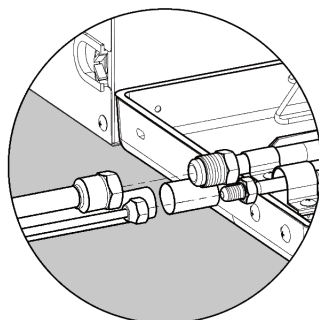

Рис. 4.13
2) Совместите развальцованную часть медной трубки с центром резьбового соединения. Плотнo затяните конусные гайки руками, как показано на Рис. 4.13 (Убедитесь, что трубопровод внутреннего блока правильно подсоединен. Неправильное расположение центра соединения не позволит надежно закрутить гайку. Резьба гайки может быть повреждена в результате применения силы при закручивании).